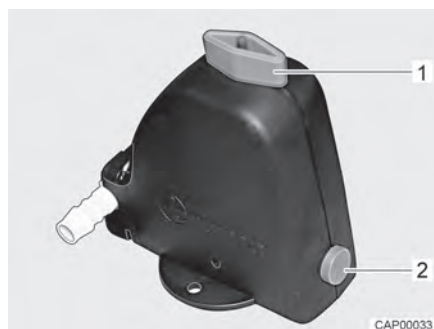
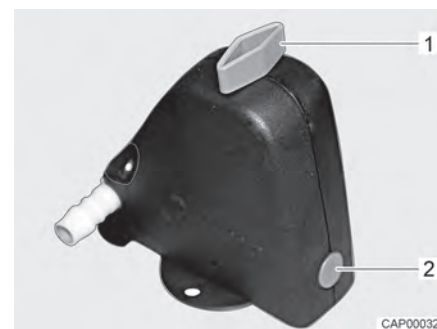

Fig. 137 Valvola di sicurezza/di scarico aperta
Fig. 138 Valvola di sicurezza/di scarico chiusa
- Chiudere la valvola di sicurezza/di scarico. A tal fine ruotare la manopola (Fig. 137,1) trasversalmente rispetto alla valvola di sicurezza/di scarico e premere verso l'interno il bottone automatico (Fig. 137,2). La valvola di sicurezza/di scarico chiusa è rappresentata in Fig. 138. Con temperature inferiori a 6 °C non è possibile chiudere la valvola di sicurezza/di scarico.